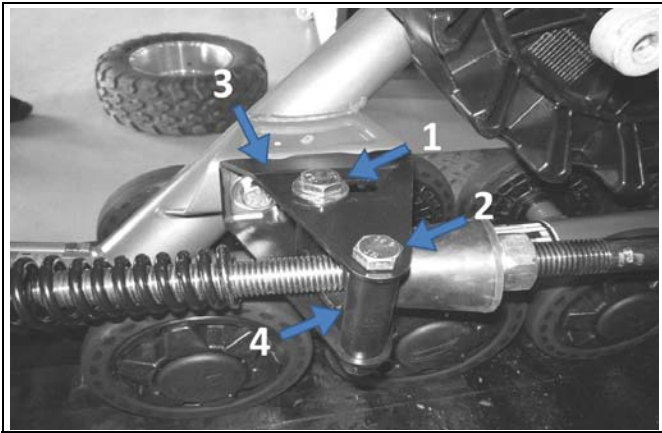

Abbildung 9
- Schrauben (1) und (2) des Verdrehsicherungsbügel (3) lösen, damit die Verdrehsicherungs-Halterung (4) im Angelzapfen gedreht werden kann. (Siehe Abbildung 9).